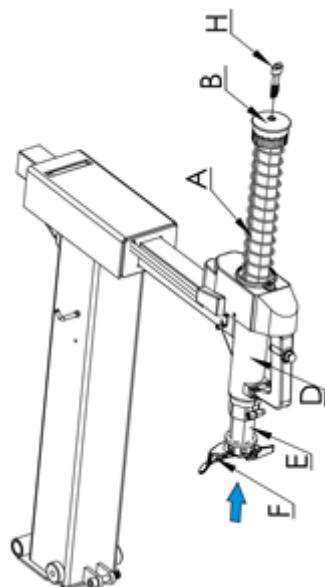

Fig. 7
- Draai de inbusbout (H, fig.7) los en verwijder vervolgens de dop (B, fig.7) en de veer (A, fig.7).
- Kantel de kolom naar achteren en schuif de hexagonale (de)monterearm (E, fig.7) door de opening in de horizontale arm. **Let erop dat de (de)monterekop (F, fig.7) in de goede richting zit!**
- Plaats de veer (A, fig.7) over de (de)monterearm en zet deze vervolgens vast met de dop (B, fig.7) en draai nu de inbusbout (H, fig.7) vast.